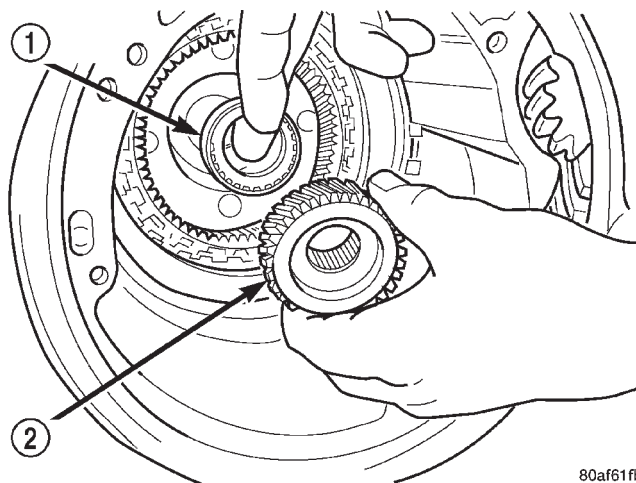

Fig. 130 Instalación del engranaje solar trasero
(49) Instale el engranaje solar trasero y el cojinete de agujas nº 7 (Fig. 130).